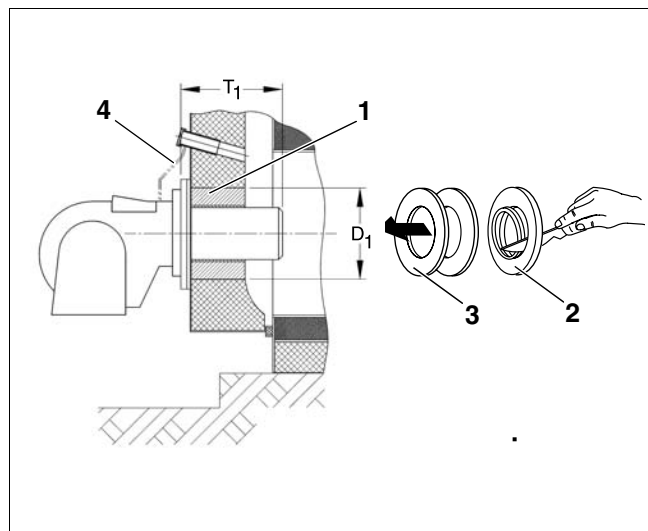

Fig. 3 Montaj arzător
- Lungimea minimă a țevii arzătorului T_1 trebuie respectată (Fig. 3).
- Inelele de izolare livrate împreună cu instalația trebuie decupate în funcție de diametrul țevii arzătorului (Fig. 3, **Poz. 2**).
- Umpleți spațiul liber dintre zidăria ușii și țeava arzătorului (Fig. 3, **Poz. 1**) cu inelele de izolare (Fig. 3, **Poz. 3**) corespunzătoare.
- Ștuțul de la vizorul ușii este conectat cu arzătorul (Fig. 3, **Poz. 4**).